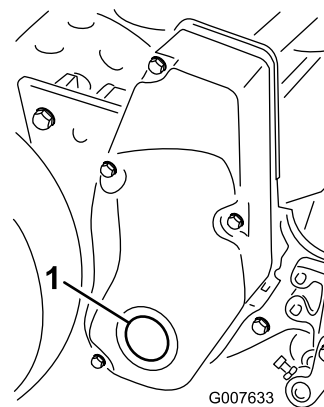

Figura 57
1. Staccate il tappo dal carter del comando del cilindro destro (Figura 57).